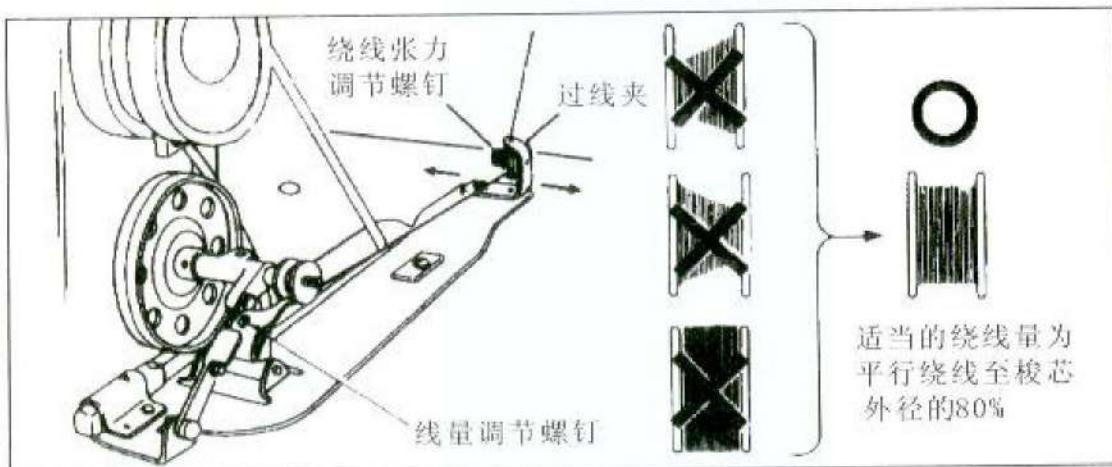

图6
从线架上取线穿过过线板（6），逆时针方向将线在梭心上绕几次，然后把梭心套在绕线轴上（1），打开电机开关，轻压踏板，绕线器开始工作，绕线量（见图6）为梭心直径的80%，可通过松开安装在分离销（3）控制杆（5）上的螺钉（4）来调节，绕线完成后，使用安装在弹簧（2）内部的刀片切断线尾。
2) 外置绕线器（图6）